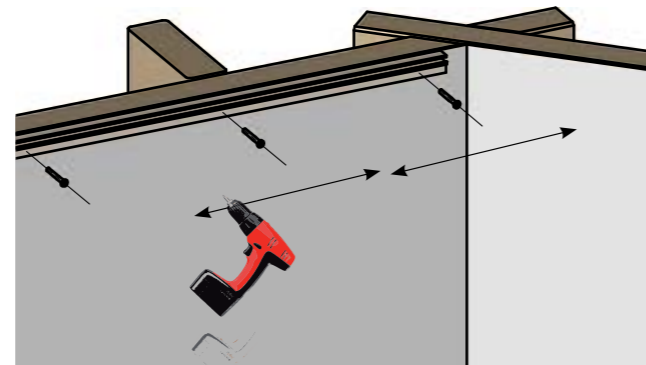

Fig. 31/Abb. 31/ Afb. 31
- D Insert the hooking profile of the liner into the profile (figure 31).
- D Insérez le profil d'accrochage du liner dans la bague (figure 31).
**D** Setzen Sie das Ankopplungsprofil des Liners in die Leiste ein (Abb. 31).